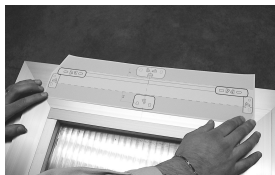

Abb. 9
- c) Die Schablone so am Fenster anbringen (feststehender Teil), dass die Achse mit der zuvor gezeichneten Mittellinie "X" übereinstimmt (Abb. 9). **Achtung:** Bei nicht flächenbündigen Schließvorrichtungen ist der graue Teil der Schablone abzuschneiden und am beweglichen Teil der Schließvorrichtung anzubringen. Sie muss sich dabei in der gleichen Position wie die Markierung befinden.